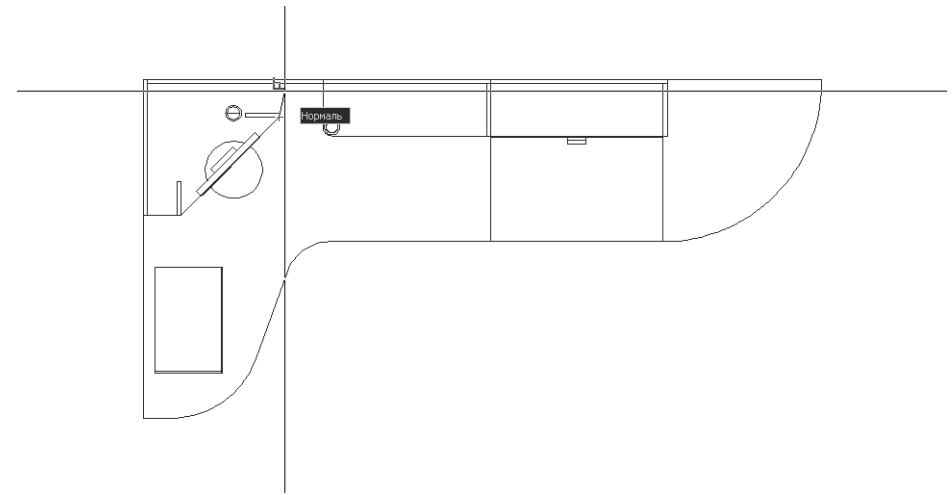

Рис. 6.50 ▼ Создание контура полки под принтер
3. Создайте линию контура полки под принтер, используя привязку к оконечным точкам боковой стенки рабочего места старшекласника и боковых стенок стоек для компакт-дисков, а также к точке падения перпендикуляра (рис. 6.50), после чего удалите контуры боковых стенок стоек для компакт-дисков.